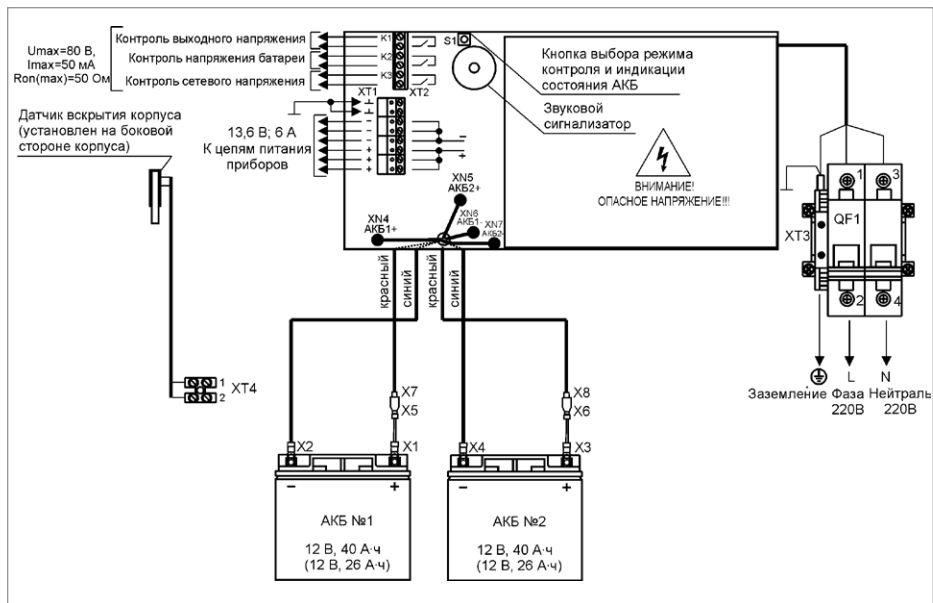

Рисунок 3. Схема подключения РИП-12 исп.06 (РИП-12-6/80МЗ-Р)
1.4. Схема подключения приведена на рис. 3.
1.11. Проверьте правильность произведённого монтажа в соответствии со схемой подключения (рис. 3).
2.11. Отключите обе АКБ от платы РИП, отсоединив контакты X1, X2, X3, X4 от клемм АКБ (см. рис. 3).